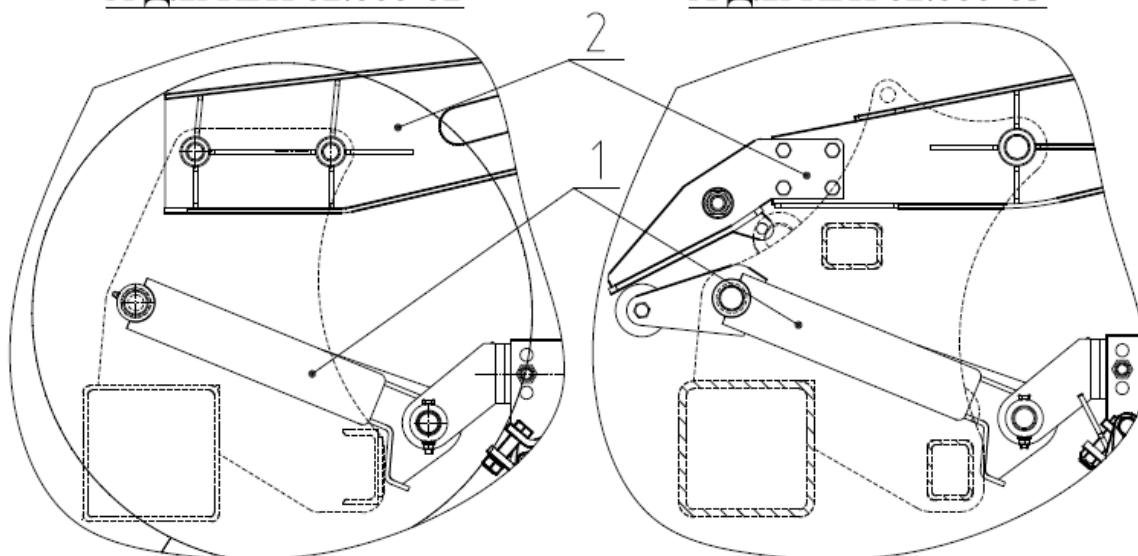

Рис.10 Секция рабочих органов КБП 02.000-02(-03)
2.8 Секция рабочих органов (рис.10,11) предназначена для выполнения основной технологической операции культивация, выравнивание, прикатывание почвы. Секция состоит из подвески 2 закрепленной на боковой балке болтами М20х120, поводка 1 шарнирно закрепленного на боковой балке. К поводку шарнирно закреплена рамка 5, опирающаяся на опорные катки 3 и 8. На рамке шарнирно установлены кронштейны 11 и 12, соединенные между собой тягой 6. К нижним отверстиям кронштейнов шарнирно закреплена секция 4.